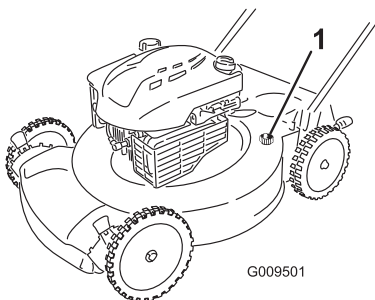

Figure 32
4. Branchez un tuyau d'arrosage, relié à une arrivée d'eau, à l'embout de lavage de la machine (Figure 32).